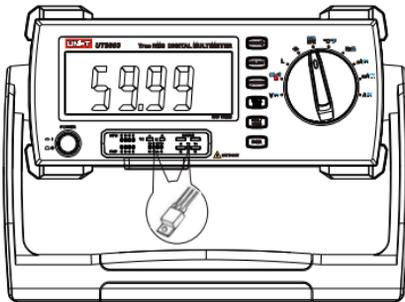

图7
- 档位旋钮开关置于 **SCR** 测量档位，按下 **SELECT** 键切换到晶闸管测量功能。(如图7)